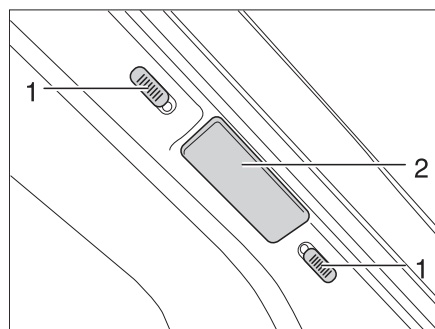
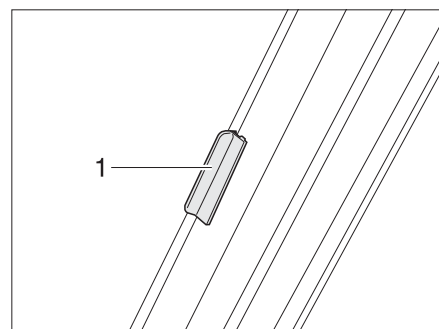

Bild 25 Lås plisségardin vindruta
Bild 26 Lås plisségardin vindruta (I-modell)
- Skjut de två hälfterna av plisségardinen för vindrutan utåt så långt det går, ta tag i handtaget (Bild 25,2 och Bild 26,1).
- Skjut upp resp. ned låsknapparna (Bild 25,1). Låset är öppet när den röda punkten syns.